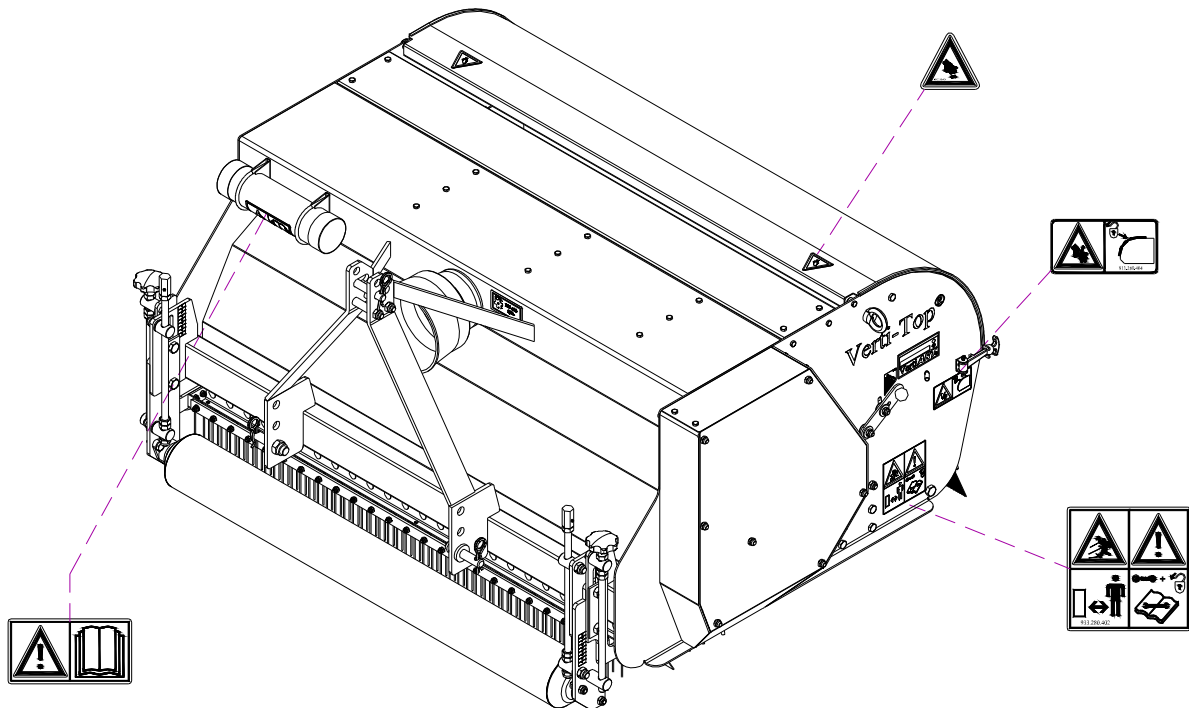

Fig. 7
Aan weerszijden van de Verti-Top zijn op het zijbord en bij de achterkap (Fig. 7) veiligheidsstickers (Fig. 4,5,6) aanwezig met een gelijklopende betekenis. Deze veiligheidsstickers moeten altijd goed zichtbaar en leesbaar zijn en moeten, wanneer deze beschadigd zijn, worden vervangen.
(7) Plaatsing veiligheidsstickers (beide zijdes van de machine). (Fig. 7)